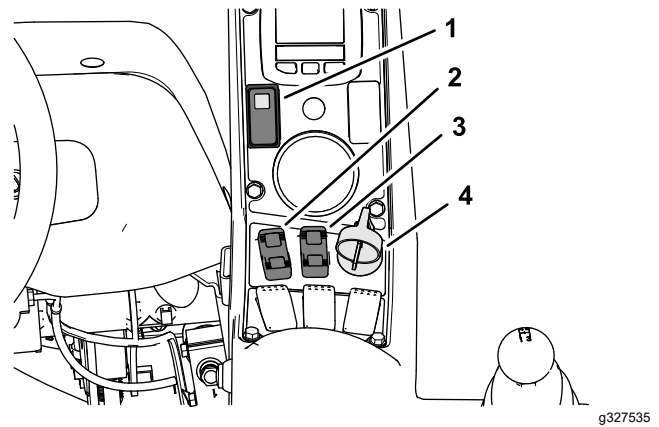
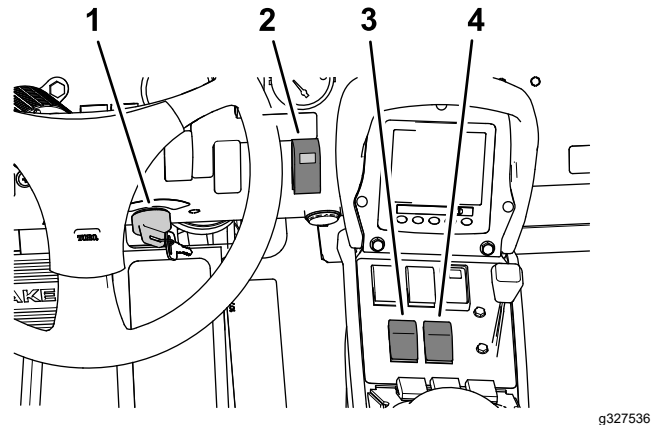
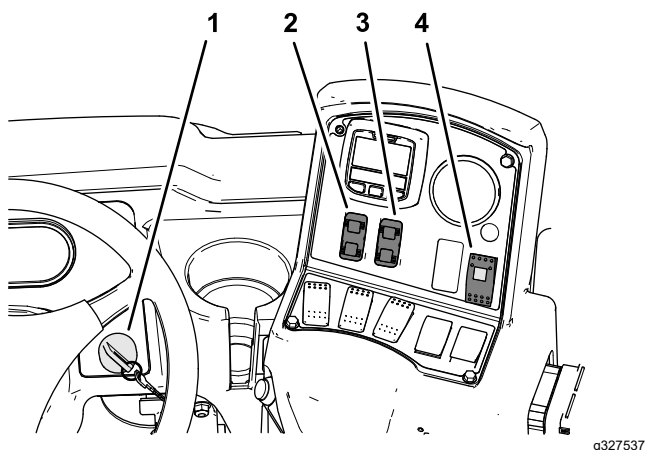

Figura 40
Figura 41
Figura 42
4. Ponga el interruptor del Sonic Boom en la posición de ACTIVADO (Figura 40, Figura 41 o Figura 42).